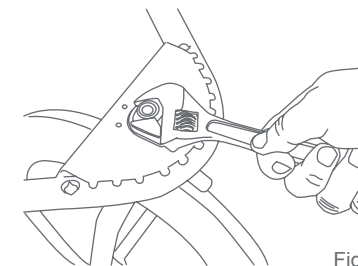

Fig. 24
- 24)** • Quite el apoya pies para alcanzar la tuerca. Puede usar una llave inglesa estándar para ajustar la tuerca (Fig. 24).